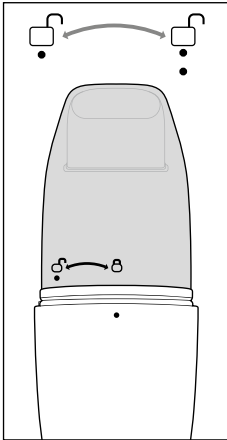

Abb. 6
1. Achten Sie beim Öffnen des Schmutzbehälters **3** auf die Markierungen ● unter dem □-Symbol des Schmutzbehälters **3** und am Rand des Gerätes. Halten Sie das Gerät am Handgriff **9** und drehen Sie den Schmutzbehälter **3** bis die beiden Markierungen übereinander stehen (siehe Abb. 6).
6. Setzen Sie den Schmutzbehälter **3** wieder auf das Gerät. Achten Sie dabei darauf, dass die beiden Markierungen ● unter dem □-Symbol des Schmutzbehälters **3** und am Rand des Gerätes übereinander stehen (siehe Abb. 6). Drehen Sie den Schmutzbehälter **3**, bis sich die Markierung ● am Rand des Gerätes unter dem □-Symbol des Schmutzbehälters **3** befindet und der Schmutzbehälter **3** hörbar im Gerät einrastet.
7. Setzen Sie den Schmutzbehälter **3** wieder auf das Gerät. Achten Sie dabei darauf, dass die beiden Markierungen ● unter dem -Symbol des Schmutzbehälters **3** und am Rand des Gerätes übereinander stehen (siehe Abb. 6). Drehen Sie den Schmutzbehälter **3**, bis sich die Markierung ● am Rand des Gerätes unter dem -Symbol des Schmutzbehälters **3** befindet und der Schmutzbehälter **3** hörbar im Gerät einrastet.